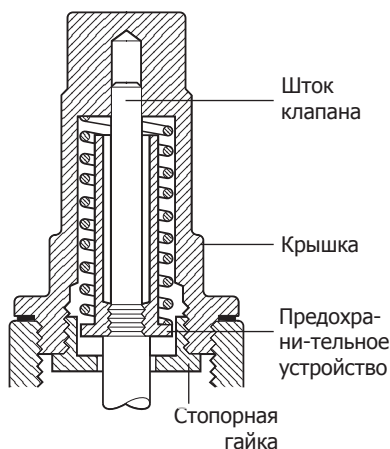

Рис. 19
4.4 Клапан SBRA с предохранительным устройством (рис. 19 и 20)
- Перекройте доступ среды и снимите крышку с клапана (рис. 19).